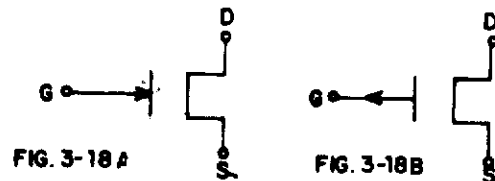

Figura 3-18
Uma simplificação do símbolo de MOSFET é apresentada na figura 3-18 - (A) NMOS e (B) PMOS, sendo bastante usada. Não é feita distinção entre modos de depleção ou incremento e sobre substrato.